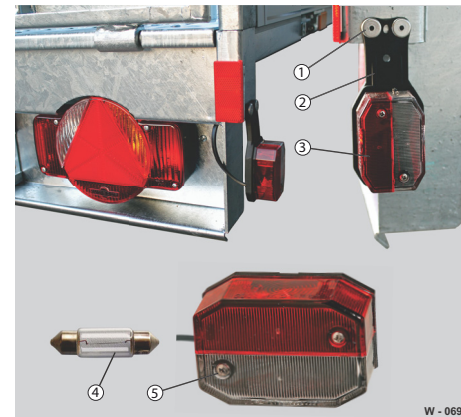

Abb. 71 Umrissleuchte / Lampe seitlich am Heck
- ▶ Verschraubung (Abb. 71/5) lösen und Abdeckglas (Abb. 71/3) entfernen.
- ▶ Lampe (Abb. 71/4) auswechseln.
- ▶ Abdeckglas auf der Halteplatte (Abb. 71/2) mit der Verschraubung fixieren - nicht zu fest anziehen, auf Ausrichtung achten.